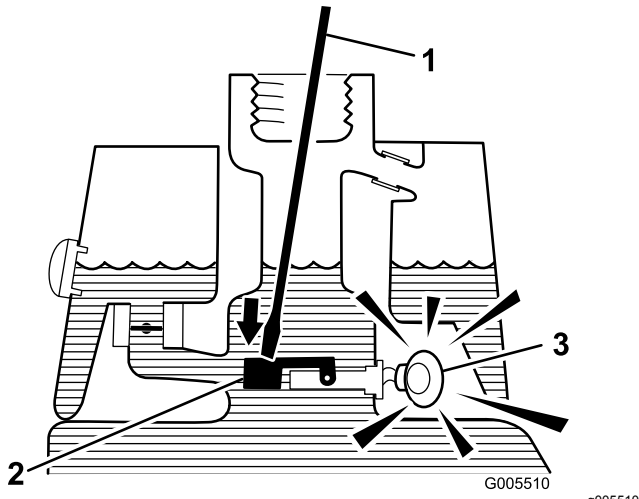

图41
- 将干净的支杆或螺丝刀插入油箱颈然后轻轻地向下推至浮动开关上图41经过 1 秒钟的延迟后警报应响起。